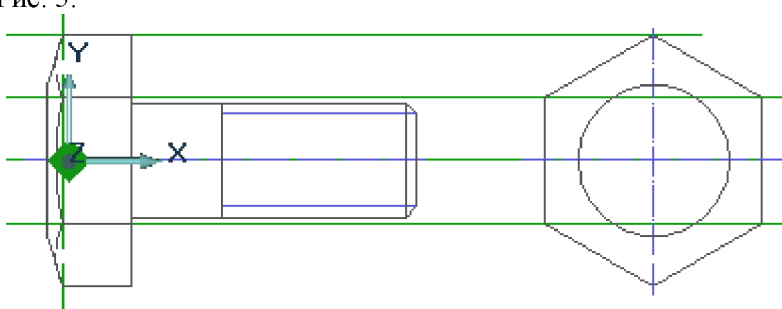

Рис. 5. Построение эскиза болта, этап 4
- Воспользуйтесь функцией **Сборка элемента**, расположенной под клавишей **Дополнительные функции** . Объедините две половины контура болта, линии границ резьбы и фаски. Отобразите все вершины, нажав клавишу **М** на клавиатуре. Удалите лишние узлы на оси симметрии, воспользовавшись клавишей **Удалить узлы** . Постройте вспомогательные горизонтальные линии, проходящие через вершины шестигранника, начертите ребра на головке болта. Воспользовавшись примитивом **Дуга по трем точкам** , постройте ребра на головке болта. Результат построений показан на Рис. 5.